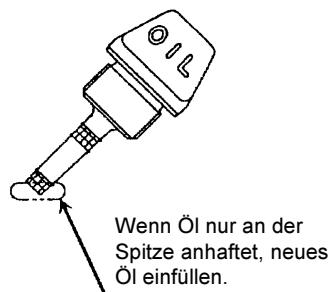

Abb.1
- Den Ölführer herausnehmen, während das Gerät dabei gerade gehalten wird und überprüfen, ob der Ölstand zwischen den Markierungen für den oberen und unteren Ölstand liegt. Wenn so viel Öl verbraucht wurde, dass der Ölführer nur an seiner Spitze vom Öl benetzt wird, insbesondere wenn der Ölführer nur in den Getriebekasten hineingesteckt, aber nicht eingeschraubt wird (Abbildung 1), neues Öl über den Stutzen einfüllen.